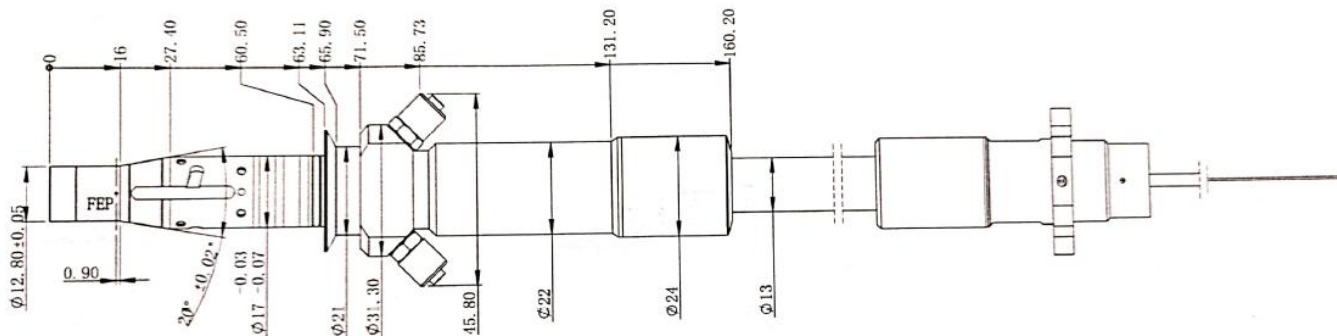

图 4 RFL-IHQB 输出光缆头外形尺寸图
- a) RFL-1500/1500-ABP，RFL-2000/2000-ABP，RFL-3000/3000-ABP，RFL-2000/4000-ABP，RFL-4000/2000-ABP，RFL-4000/4000-ABP 连续光纤激光器使用 RFL-IHQB 输出光缆，其输出光缆头外形尺寸如图 4 所示：